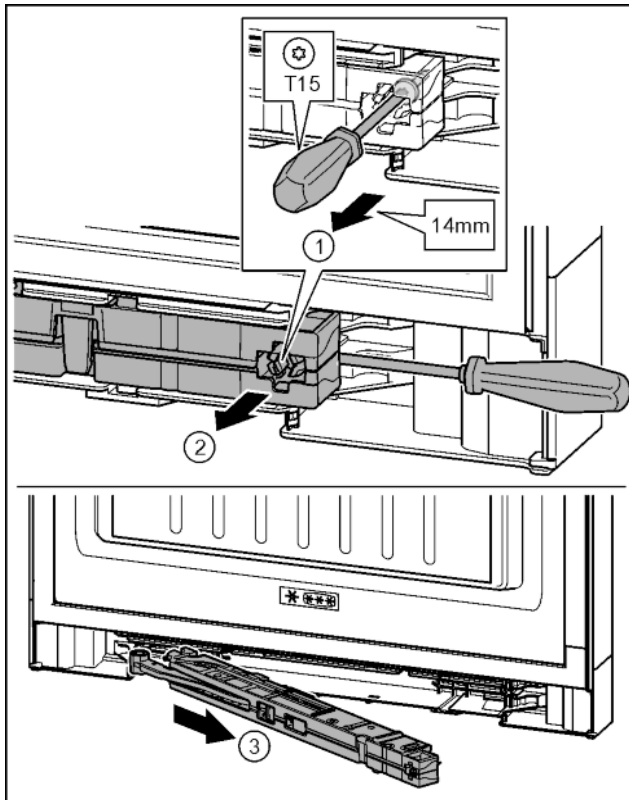

Fig. 16
- ▶ Schraube an Schließdämpfereinheit mit Schraubendreher T15 ca. 14 mm lösen. Fig. 16 (1)
- ▶ Mit Schraubendreher griffseitig hinter Schließdämpfereinheit fahren. Einheit nach vorn drehen. Fig. 16 (2)
- ▶ Einheit herausziehen. Fig. 16 (3)